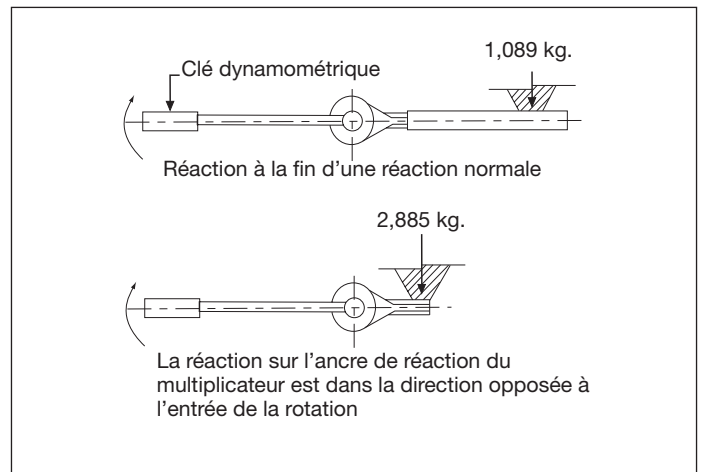

Fig. 5, Les forces de réaction augmentent à proximité du multiplicateur
5. Serrer avec une clé dynamométrique : Déterminer quel est le bon couple d'entrée requis (consulter la plaque d'information de couple sur l'outil) ou consulter les tables de spécification de la section 4.0. La précision du couple de sortie exige une clé dynamométrique précise en série avec le multiplicateur de couple. Appliquer le couple avec une clé dynamométrique jusqu'à l'obtention du couple d'entrée désirée (Fig. 5).